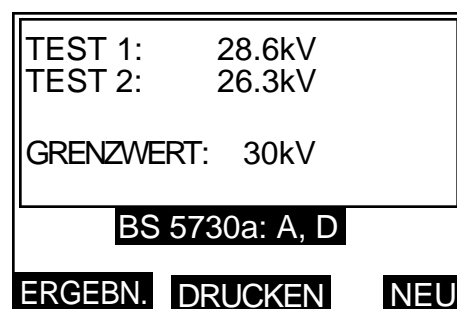

Abbildung 68: Anzeige der Ergebnisse von BS5730a-Tests
Nach Drücken der linken, mit ERGBN. gekennzeichneten Taste ändert sich die obere Hälfte der Anzeige und meldet die Durchschlagsspannung zusammen mit dem Spannungsgrenzwert. Die Anzeige erscheint wie in Abbildung 68 dargestellt.
14. Nach Abschluß des oder der Tests (1, 2 oder 3) wird die entsprechende Mitteilung GUT oder FEHLER angezeigt. Mit der rechten, mit NEU gekennzeichneten Taste kehren Sie zur Auswahlanzeige GERÄTEKATEGORIE zurück. Nach Drücken der linken, mit ERGEBN. gekennzeichneten Taste ändert sich die obere Hälfte der Anzeige und meldet die Durchschlagsspannung(en) zusammen mit dem Spannungsgrenzwert. Die Anzeige erscheint wie in Abbildung 68 dargestellt.